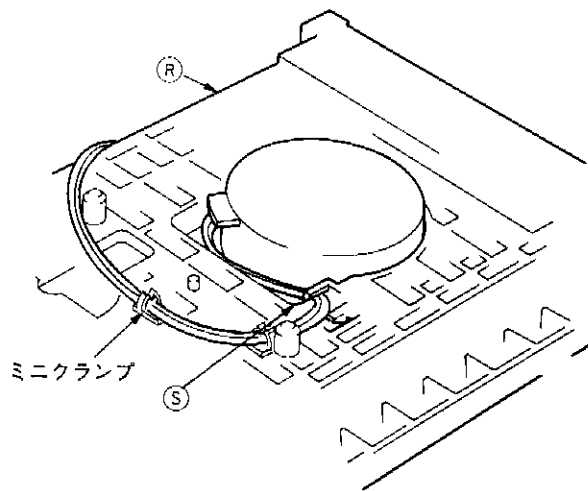

図1-7
5. メカベース⑮の裏側のスピンドルモータ用リード線のフック⑪ (図1-7) からリード線をはずす。
4. サーボメカユニットが上昇している状態で、スピンドルモータからのリード線をメカベース⑫の裏側のフック⑮ (図1-7) にスピンドルモータからのリード線を引っかける。